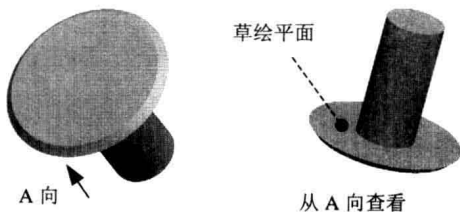
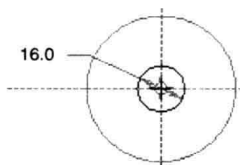

图 1.5 拉伸特征 1
图 1.6 截面草图
(4) 定义旋转角度。在操控板中选取旋转类型为 (即草绘平面以指定的角度值旋转),再在角度文本框中键入角度值 360.0,并按回车键。
(5) 预览特征。在操控板中,单击“预览”按钮,可预览所创建的旋转特征。
(6) 完成特征。在操控板中单击“完成”按钮,则完成特征的创建。
Step3. 添加图 1.5 所示的拉伸特征 1。选择下拉菜单**插入(I) →  拉伸(E)**命令,选择图 1.5 所示的模型表面作为草绘平面,接受默认的参照平面,参照方向为**顶**;绘制图 1.6 所示的特征截面,深度类型为,深度值为 35.0。